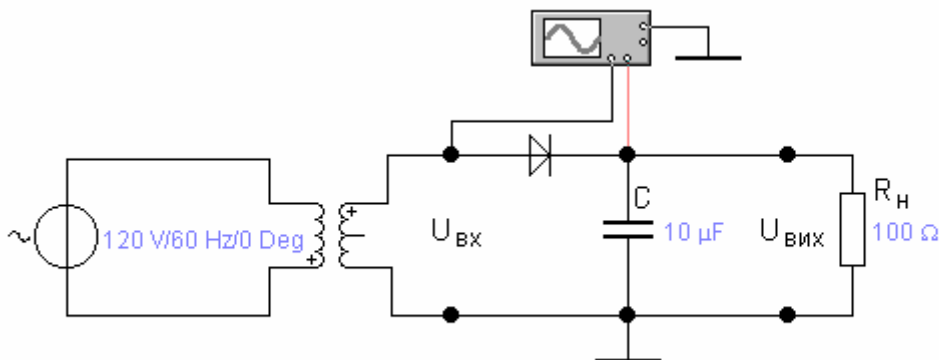

Рисунок 2.10 – Схема дослідження впливу сталої часу фільтра
4.7.1 Відкрити файл “Випр. Ф” (рис. 2.10).
Для зміни ємності конденсатора встановити курсор на його умовному позначенні (рис. 2.10) і двічі клацнути лівою кнопкою миші. При цьому відкривається панель *Capacitor*, за допомогою якої можна змінювати номінал C .